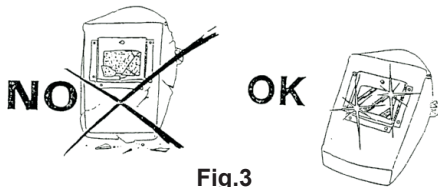

Fig.3
• Deve ser mantido sempre limpo o filtro colorido (vidro adiatínico); se estiver partido ou danificado (Fig.3) deve ser substituído com um filtro do mesmo grau de opacidade. O filtro deve ser protector contra protuberância e projecções de soldadura por meio de um vidro transparente colocado sobre a parte frontal da máscara; este último deve ser substituído sempre que se verifica uma reduzida visibilidade na soldadura.